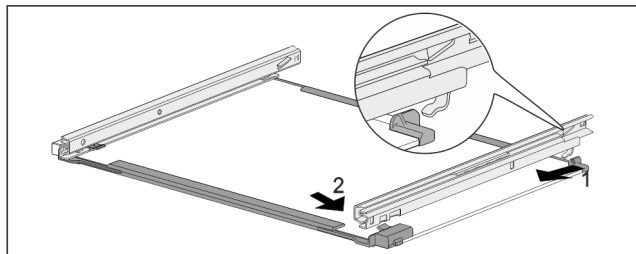

Fig. 159 Tablette en verre avec rails
- Accrocher le rail à l'arrière. Fig. 159 (1)
- Accrocher le rail à l'avant. Fig. 159 (2)